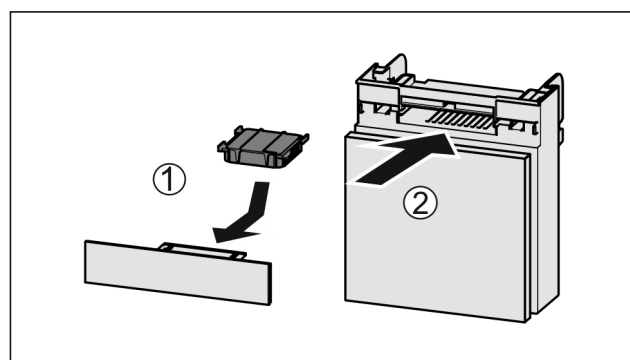

Fig. 141
- ▶ Insérer le filtre à charbon actif d'après le schéma Fig. 141 (1).
- ▶ Insérer le compartiment Fig. 141 (2).